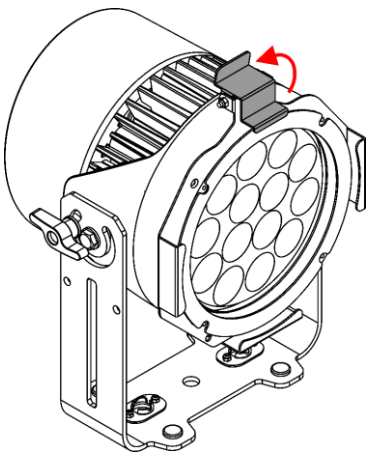

Fig. 12
- 02) Levante el clip de retención con resorte del soporte de accesorios y dele la vuelta hacia atrás (Fig. 12).